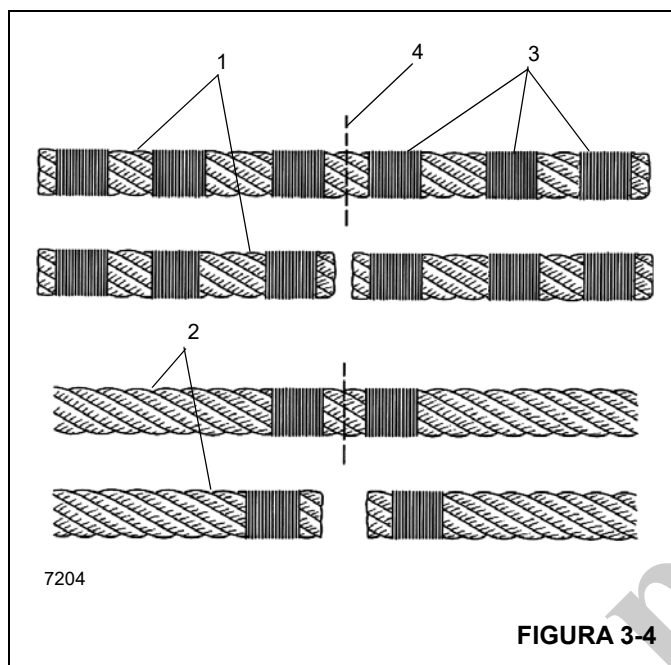

FIGURA 3-4
**NOTA:** Los cables no prefabricados (1, Figura 3-4) deben tener tres sujeciones (3) ubicadas en cada lado del corte (4) comparado con el cable prefabricado (2).